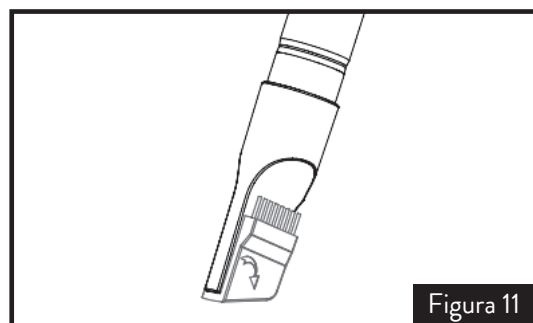

Figura 11
1. Puede utilizar el cepillo compacto (figura 11) en rincones y aberturas.